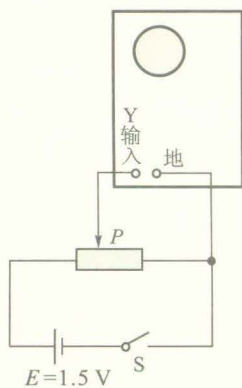

图2-3-2 观察亮斑在竖直方向的偏移
把“交直流开关”扳到直流挡(DC)位置，扫描范围旋钮转到最右端“外X”挡，衰减调节旋钮调到“100”挡。用分压电路把直流电压加在“Y输入”和“地”间，如图2-3-2所示，可以观察到亮斑向上偏移。
(1) 把图2-3-2中的直流电压改加到“X输入”上，观察亮斑发生水平偏移。调节“X增益”旋钮，观察亮斑偏移的距离发生变化。把“X增益”旋钮顺时针转到 $\frac{1}{3}$ 处。
(2) 撤去外加直流电压，把“扫描范围”旋钮置于最低挡，“扫描微调”旋钮逆时针转到底，可以观察到亮斑从左向右移动，并迅速返回左端。(这是机内锯齿波扫描电压在起作用)